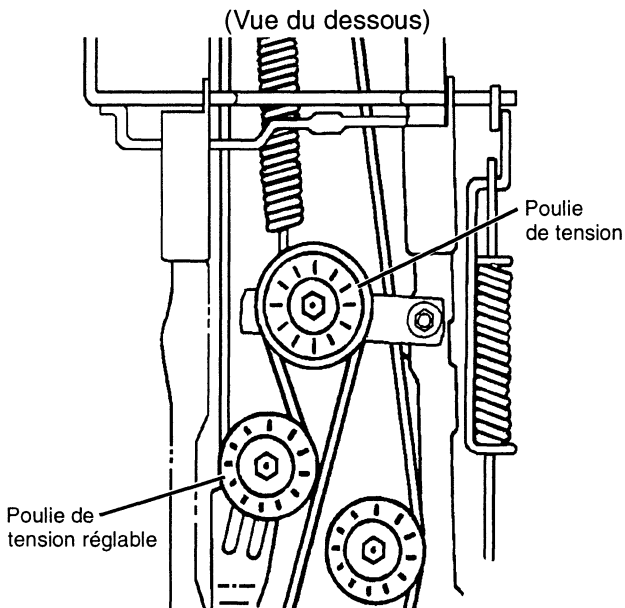

FIGURE 40
- Avec précautions, tirer la plus grande poulie de tension vers l'arrière jusqu'à ce que la courroie puisse être sortie de la poulie de tension réglable, puis lentement, relâcher la poulie de tension (voir Fig. 40).